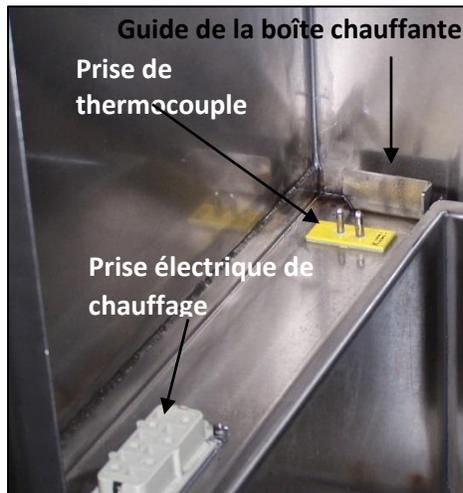

Figure 6
- Placez le boîtier de chauffage sur l'étagère du boîtier de chauffage. Figures 6 et 7.
- La fiche du radiateur et la fiche du thermocouple se connecteront à leurs prises respectives sous le boîtier du radiateur et le pont de l'armoire. Figures 6 et 7.